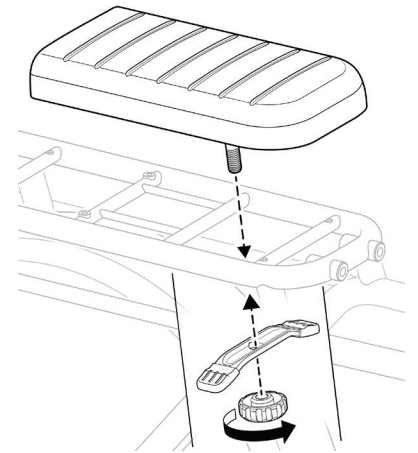

Figure 1 Positionnez le coussin pour passager, le collier de serrage et l'écrou papillon sur le porte-bagages.
3. **Positionnez le coussin pour passager.** Placez le coussin pour passager sur la moitié avant ou arrière du porte-bagages arrière de manière à ce que le boulon de fixation passe à travers les ouvertures du rack (voir la figure 1).